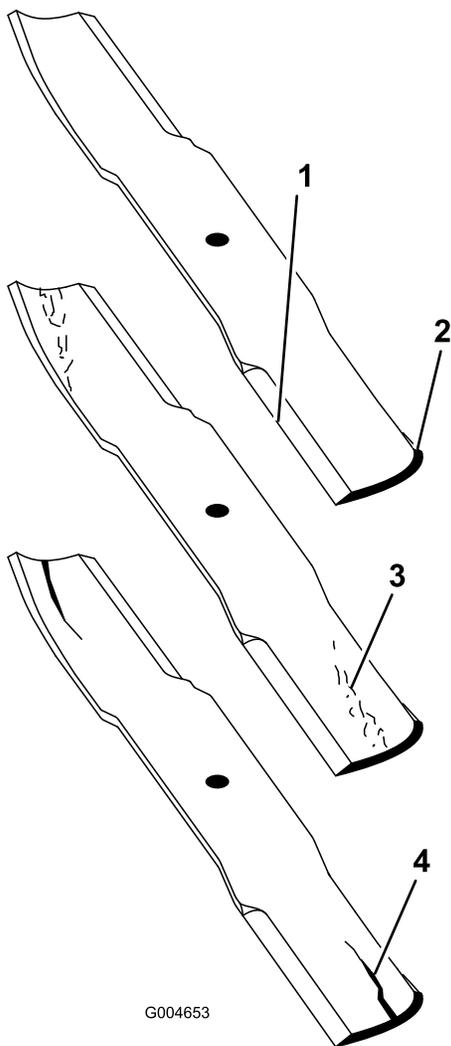

Figure 113
2. Examinez attentivement les tranchants de la lame, particulièrement au point de rencontre des parties plane et de l'ailette (Figure 113).
**Remarque:** Le sable et les matières abrasives peuvent éroder le métal à cet endroit, c'est pourquoi il est important de contrôler l'état de la lame avant d'utiliser la tondeuse. Remplacez la lame si elle vous semble usée (Figure 113).